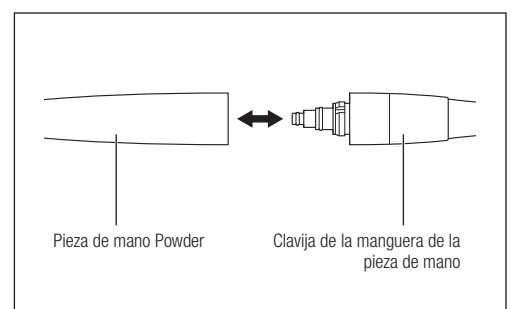

Fig. 9
- 2) Empuje la pieza de mano Powder en posición recta hacia la clavija de la manguera de la pieza de mano (Fig. 9).